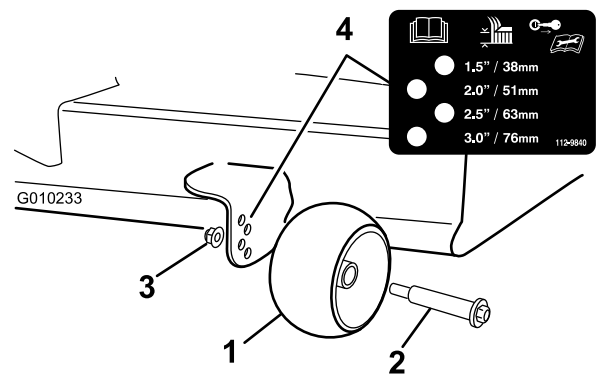
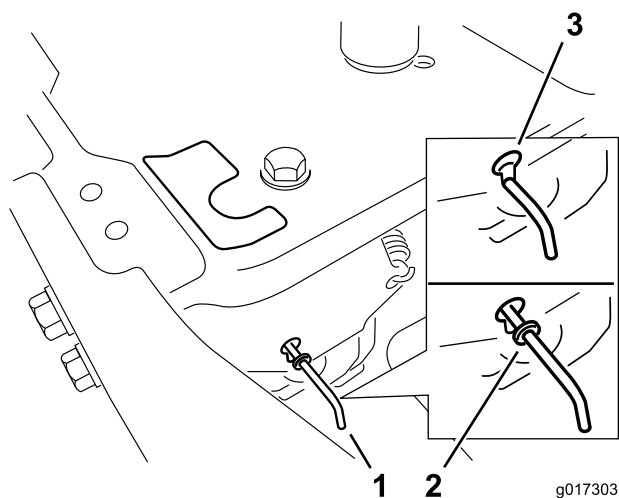

Figura 23
Figura 27
3. Ajuste los rodillos protectores del césped, según se muestra en la Figura 23, a la posición de altura de corte más próxima.
4. Mueva las palancas de desvío hacia adelante a través del orificio y hacia abajo para bloquearlas en esa posición, según se muestra en la Figura 23 Figura 27. Asegúrese de hacer lo mismo con cada palanca.
Mueva las palancas de desvío hacia atrás a través del orificio y hacia abajo para bloquearlas en esa posición, según se muestra en la Figura 27. Asegúrese de hacer lo mismo con cada palanca.